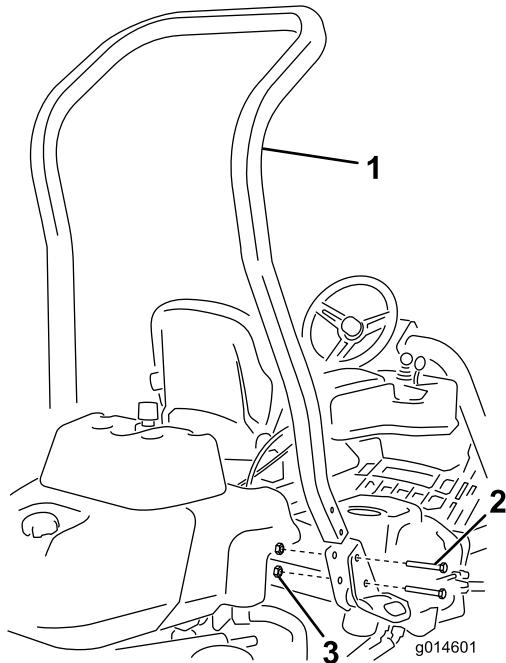

Figura 3
3. Instale la barra antivuelco en los alojamientos laterales de la máquina usando 4 pernos (1/2 x 3/4 pulgadas) y cuatro tuercas con arandela prensada (1/2 pulgada) (Figura 3).